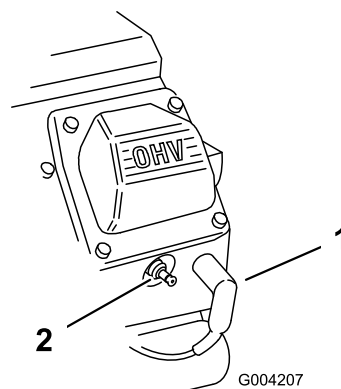

Figura 50
- Puxe os cabos das velas (Figura 50).
3. Coloque os cabos nas velas de ignição (Figura 50).